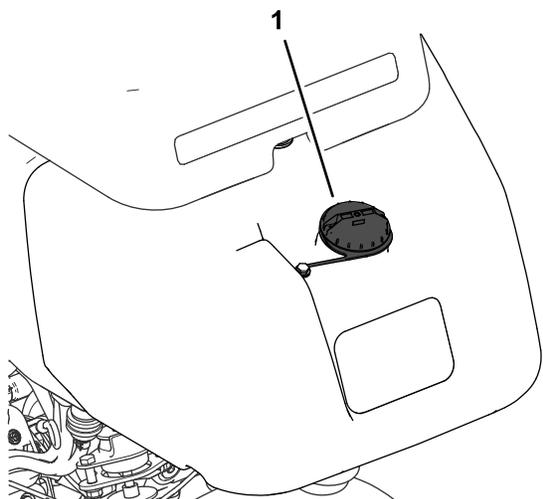

Рисунок 23
1. Очистите область вокруг крышки топливного бака и снимите крышку (Рисунок 23).